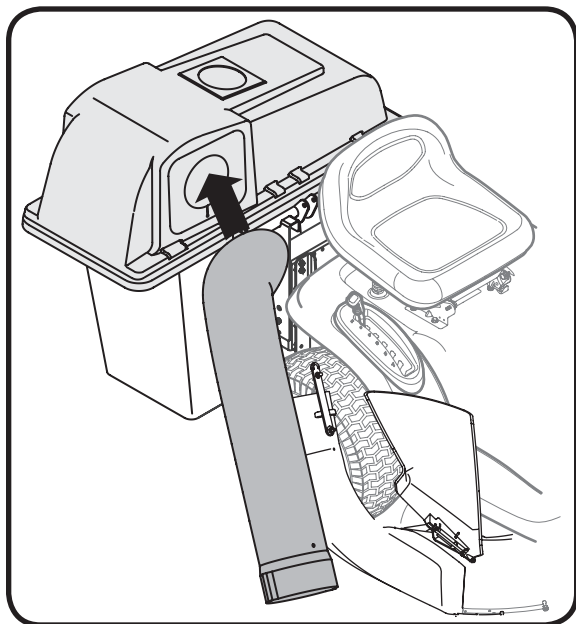

Figura 25
6. Inserte el extremo curvo del tubo del canal en el orificio de la cubierta de la bolsa de pasto. Vea la Figura 25.